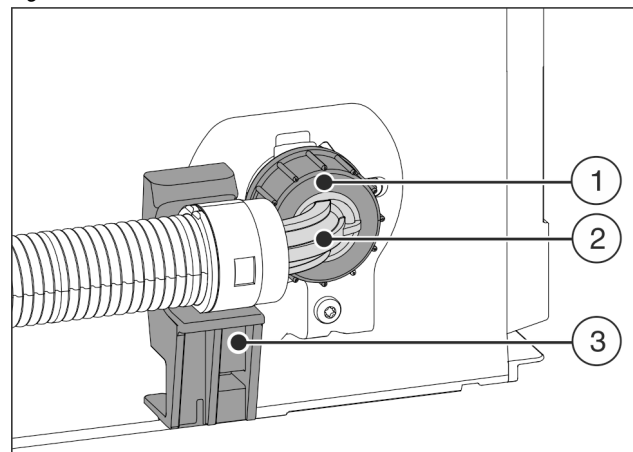

Fig. 23
- ▶ Umiestnite a pridržte zahnutý koniec hadice Fig. 23 (2) horizontálne na držiaku Fig. 23 (3).
- ▶ Naskrutkujte maticu Fig. 23 (1) rukou na závit, kým nedosiahnete bezpečné, pevné utiahnutie.